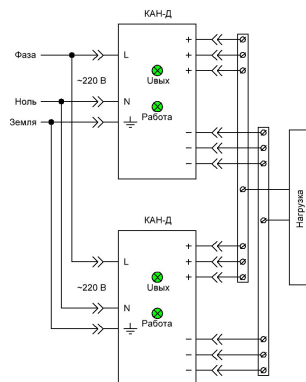

Рис.7.
После выравнивания напряжений обесточьте блоки и соедините их согласно рис.7;
4. Для корректной работы в параллель соединение блоков с нагрузкой необходимо производить проводниками одинаковой длины и сечения, либо шинами, как показано на рис.7.